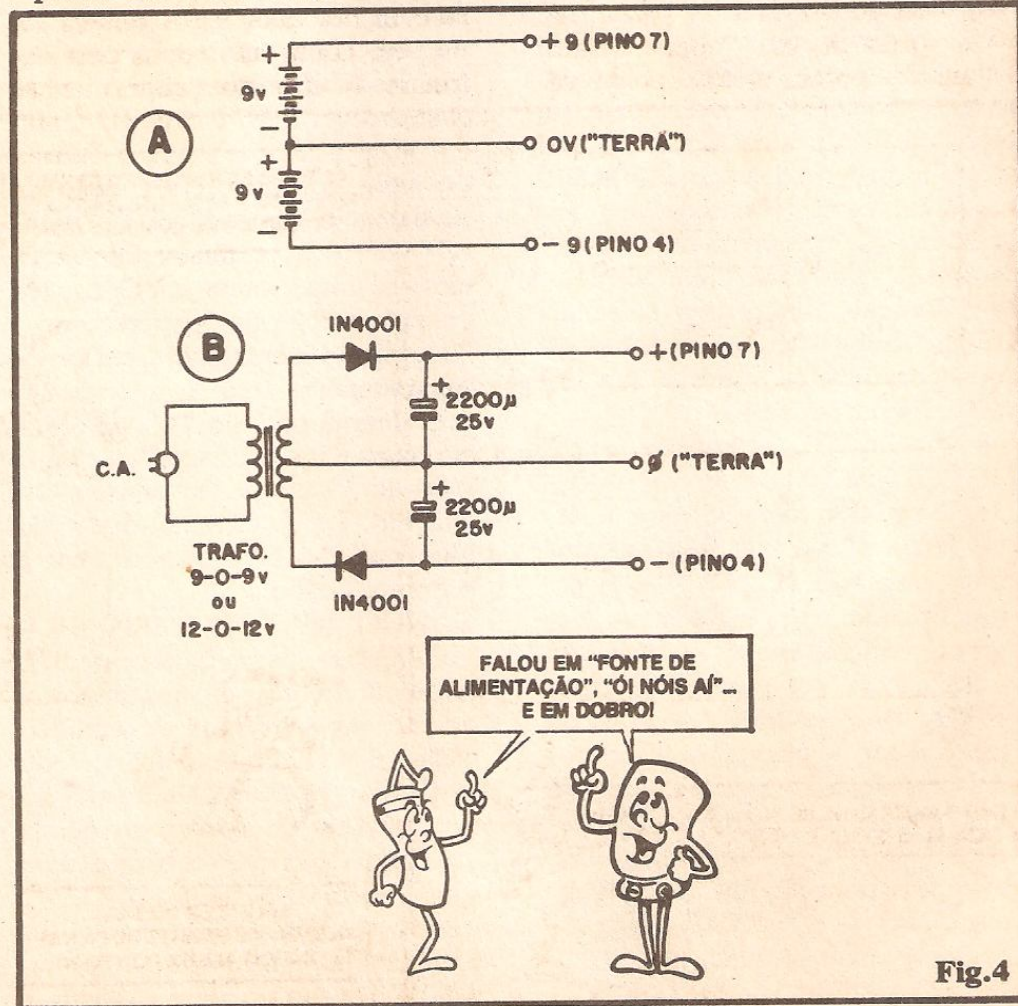

Fig.4
- **FIG. 4 - ORGANIZAÇÕES TÍPICAS PARA A ALIMENTAÇÃO** - Conforme já falamos, tipicamente a alimentação de um Amplificador Operacional deve ser "dupla" e "simétrica" ("gêmea", com polaridades opostas...). Essa "divisão" (split) da fonte se deve à frequente necessidade de um "zero central" para referencial principalmente da Tensão de saída... Na fig. 4-A vemos então um arranjo típico para alimentação com pilhas ou baterias (o consumo intrínseco de Corrente de um 741 fica na faixa de 1 ou 2 mA - salvo a Corrente "puxada" pela carga - o que o torna ideal para energização por pilhas ou baterias...), bastando -
por exemplo - "amontoar" dois "tijolinho" de 9V cada, para obter os convenientes +9/0/-9V. Também não é difícil promover-se a alimentação do 741 a partir de uma fonte ligada à C.A. domiciliar (110/220V), estruturando a "coisa" conforme sugere (na sua configuração mais elementar...) a fig. 4-B: um transformador cujo secundário de baixa Tensão apresente um "zero central" (9-0-9 ou 12-0-12...) dá certinho! Com a ajuda de diodos e eletrolíticos individuais (para cada lado da "divisão" da fonte...), teremos o +V/0/-V que o 741 "gosta", sem problemas... Notem o seguinte, quanto à tal "simetria" da fonte: embora em algumas aplicações menos críticas não haja a necessidade das Tensões de alimentação serem perfeitamente simétricas (exatos mais nove de um lado, e exatos menos nove do outro, por exemplo...), para preservar a mais absoluta linearidade das manifestações de saída do Amp.Op. convém que a característica "gêmea" das Tensões seja mantida... Quando isso for nítida e obrigato-